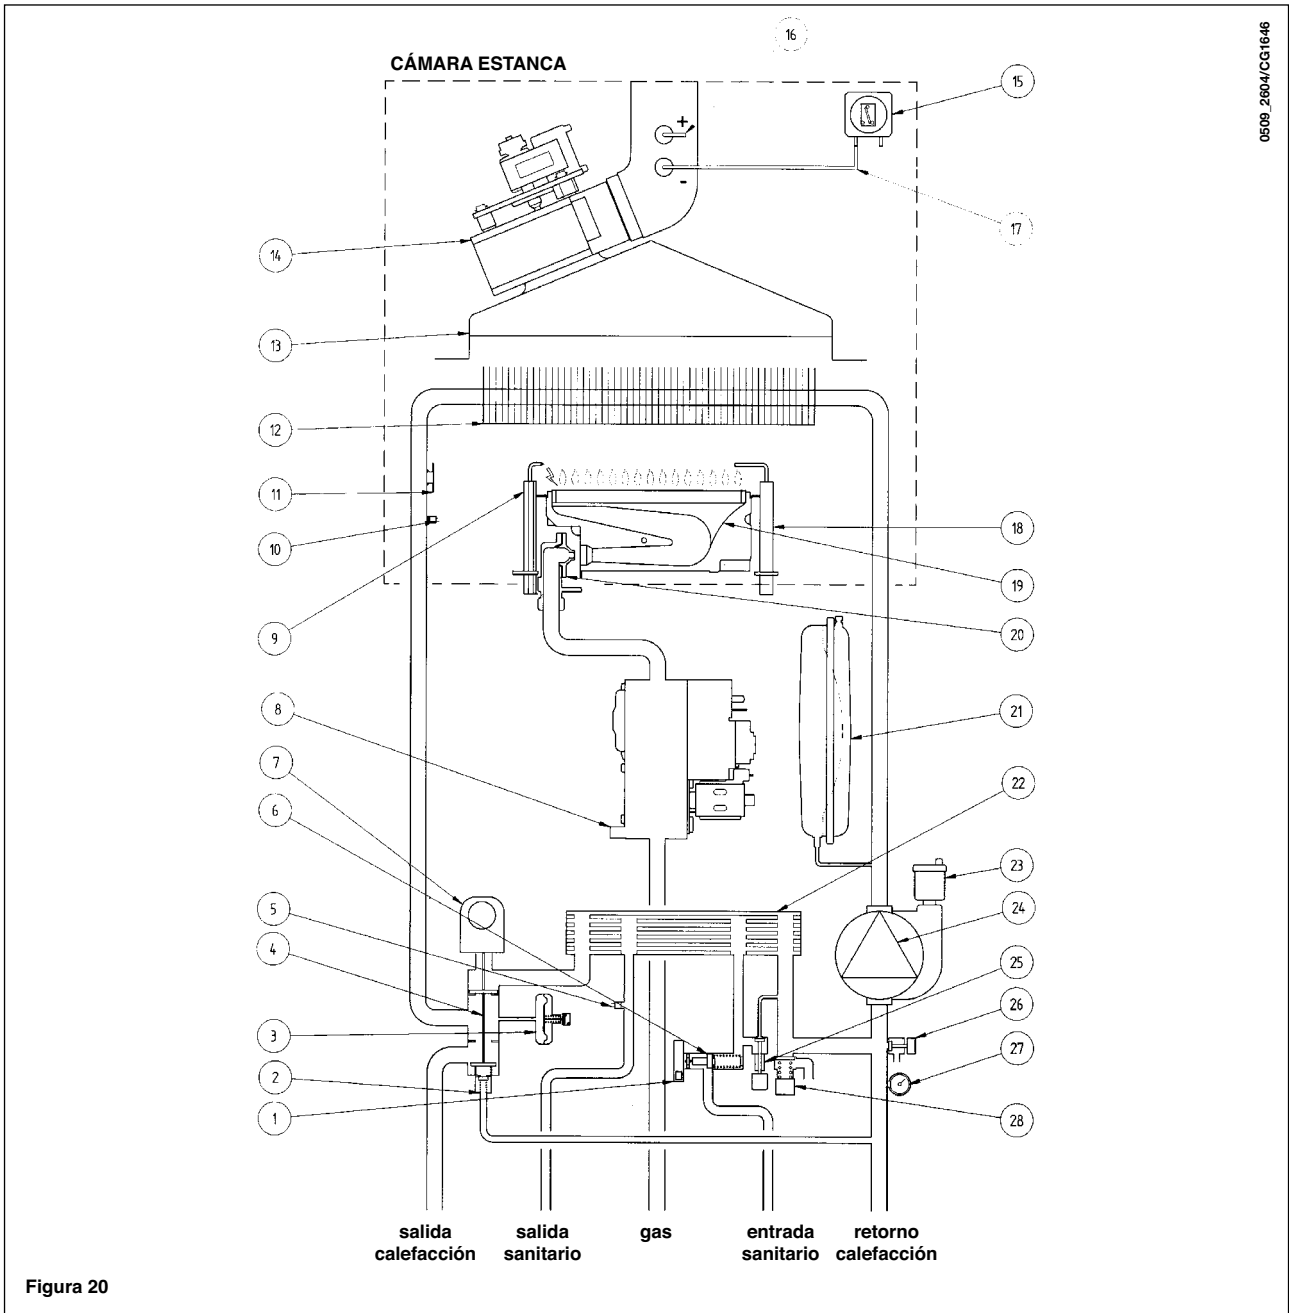

Figura 20
Este dispositivo (15 - figura 20) impide que se encienda el quemador si la salida de humos no funciona perfectamente. Ante la presencia de alguna de estas anomalías:
Este dispositivo (14 - figura 20), cuyo sensor está situado en la parte izquierda de la campana de salida de humos, corta el paso de gas al quemador principal si la chimenea está obstruida o no tiene buen tiro. En estas condiciones la caldera se bloquea y en pantalla aparece el código de error E03 (apartado 10 Usuario). Para encender enseguida la caldera, elimine la causa del bloqueo y ponga el selector de la figura 2 en la posición (0) durante al menos dos segundos.
El electrodo de detección (18 - figura 20), situado a la derecha del quemador, garantiza la seguridad en caso de falta de gas o encendido incompleto del quemador. La caldera se bloquea después del tercer intento. Para restablecer el funcionamiento normal, ponga el selector de la figura 2 en la posición (R) durante al menos 2 segundos.
Este dispositivo (28 - figuras 19 y 25 - figura 20), calibrado a 3 bar, protege el circuito de calefacción.